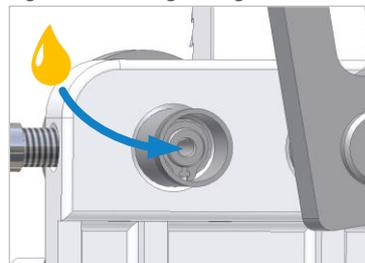

Figure 42 : huilage des galets arrière
- Dévisser le capuchon de fermeture du roulement du galet arrière (voir ⇒ Figure 42).